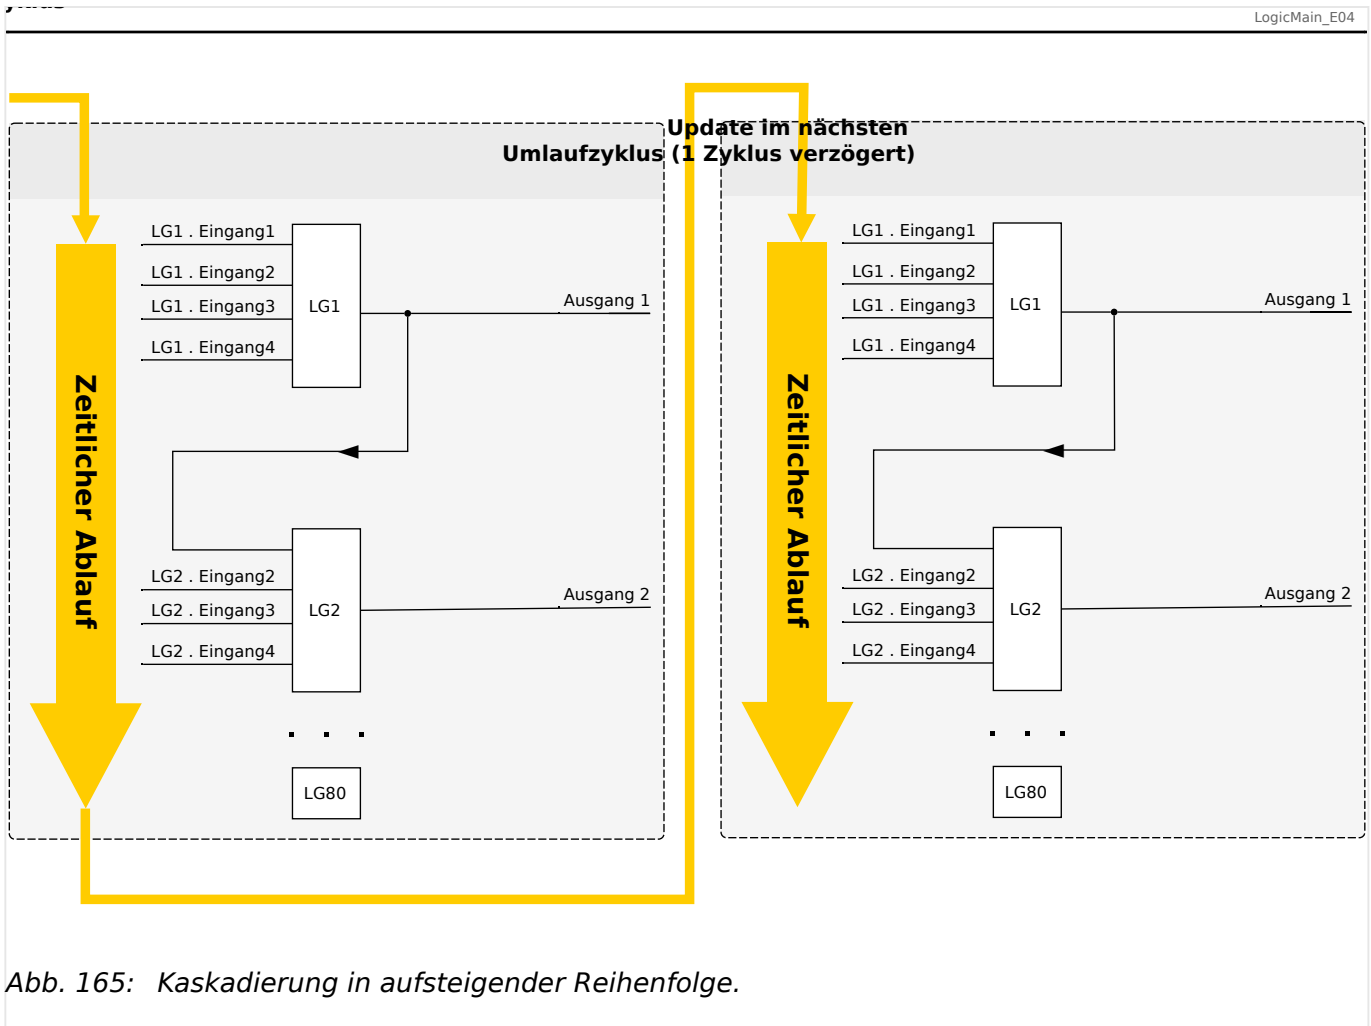
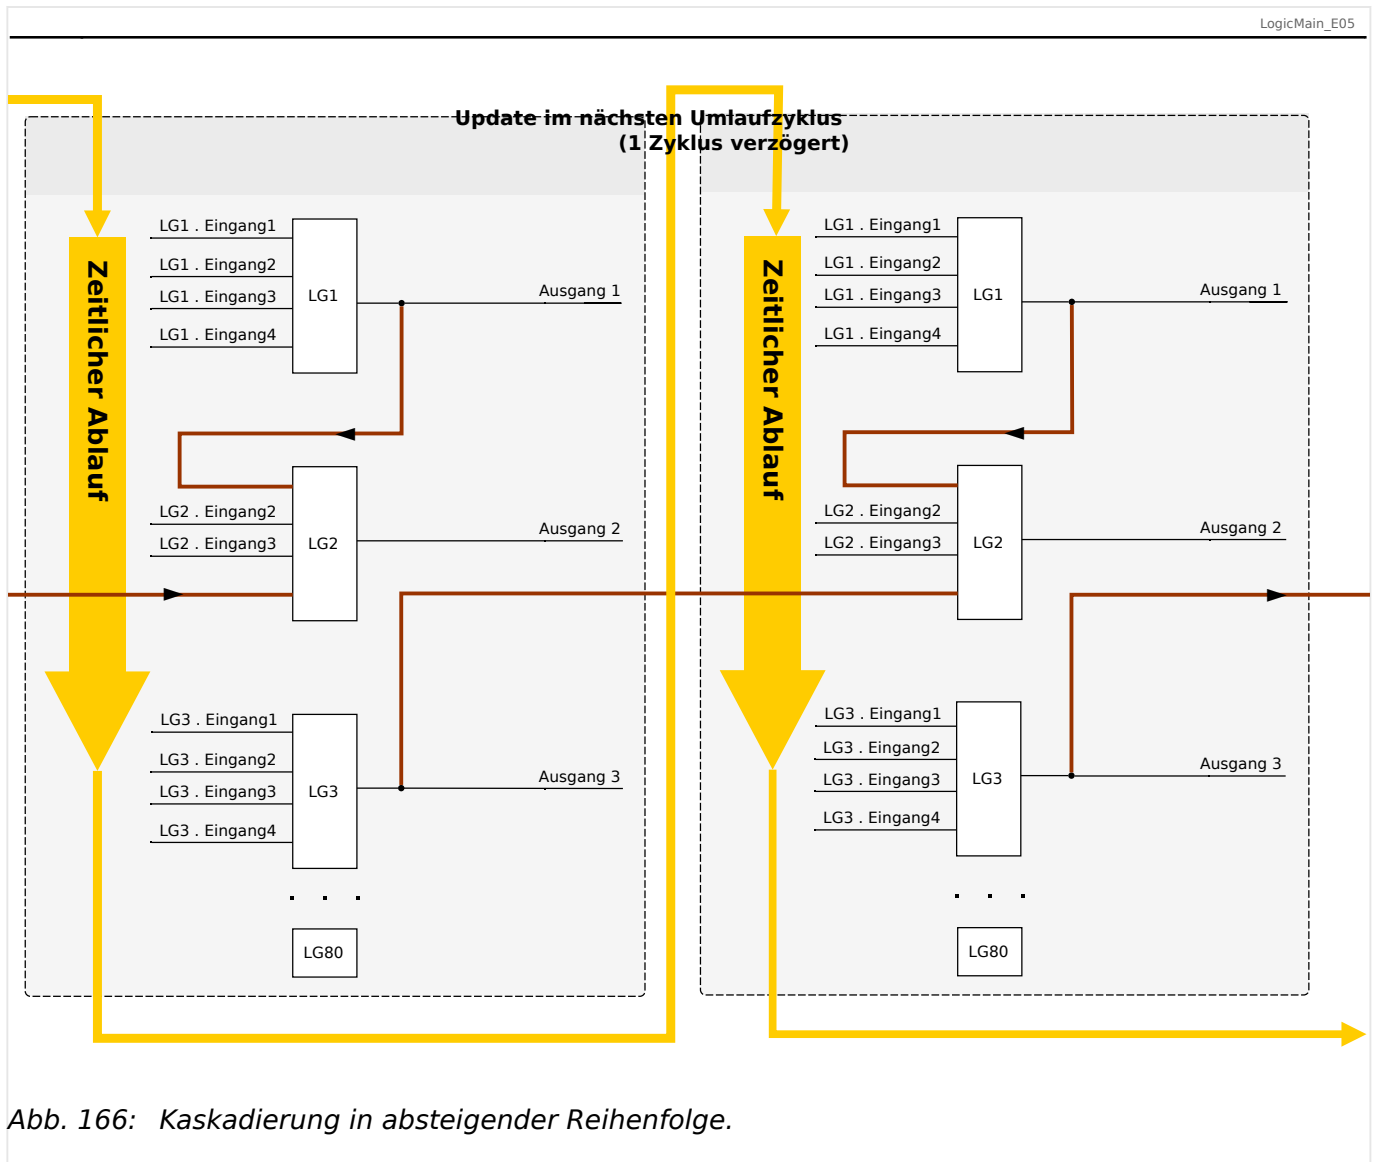

Abb. 165: Kaskadierung in aufsteigender Reihenfolge.
Abb. 166: Kaskadierung in absteigender Reihenfolge.
- Kaskadierung in **aufsteigender** Reihenfolge bedeutet, dass der Ausgang einer Logikgleichung auf den Eingang einer Logikgleichung mit **höherer** Nummer rangiert wird. Das Diagramm →Abb. 165 weiter unten zeigt ein Beispiel, bei dem der Ausgang von LG1 auf einen Eingang von LG2 rangiert wird.
- Kaskadierung in **absteigender** Reihenfolge bedeutet, dass der Ausgang einer Logikgleichung auf den Eingang einer Logikgleichung mit **niedrigerer** Nummer rangiert wird. Das Diagramm →Abb. 166 zeigt ein Beispiel, bei dem der Ausgang von LG3 auf einen Eingang von LG2 rangiert wird.
Bei der Konfiguration des Schutzgerätes bestehen keinerlei Einschränkungen oder Unterschiede zwischen aufsteigender und absteigender Reihenfolge. Da allerdings während der Laufzeit des MCA4 die Logikgleichungen in aufsteigender Reihenfolge ausgewertet werden, haben die resultierenden Ausgangswerte, die am Eingang der Logikgleichung anstehen, ein unterschiedliches „Alter“, wie in →Abb. 165 und →Abb. 166 veranschaulicht wird.
Das in Abb. 166 gezeigte Beispiel zeigt eine Konfiguration von „Logikgleichung 2“, die den Ausgang von zwei weiteren Logikgleichungen, „Logikgleichung 1“ und „Logikgleichung 3“, als Eingangszustände verwendet. Hierbei ist der Ausgang von „Logikgleichung 1“ in aufsteigender Reihenfolge verwendet, sodass der Wert in jeweils demselben Prozesszyklus ermittelt wird. Der Ausgang von „Logikgleichung 3“ wird in absteigender Reihenfolge verwendet, sodass der Wert in dem jeweils vorherigen Prozesszyklus ermittelt wurde.